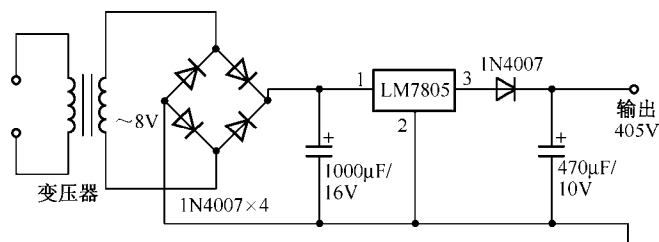

图 3.2.3 LM7805 三端稳压集成电路的典型应用电路
(4) 对于集成电路，只需明确它的功能和各引脚的作用即可。LM7805 三端稳压集成电路的典型应用电路如图 3.2.3 所示。